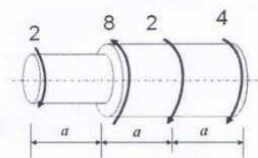

图 8
2. 绘出图 8 所示轴的扭矩图 (图中单位: $\text{kN}\cdot\text{m}$)。(5 分)